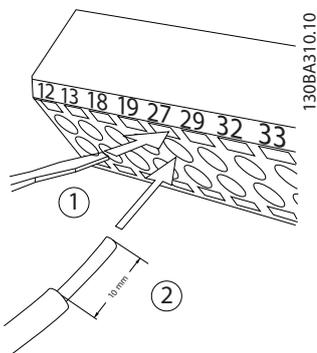

Ilustración 2.29 Conexión del cableado de control
1. Abra el contacto insertando un pequeño destornillador en la ranura situada encima o debajo del contacto, tal y como muestra la *Ilustración 2.29*.